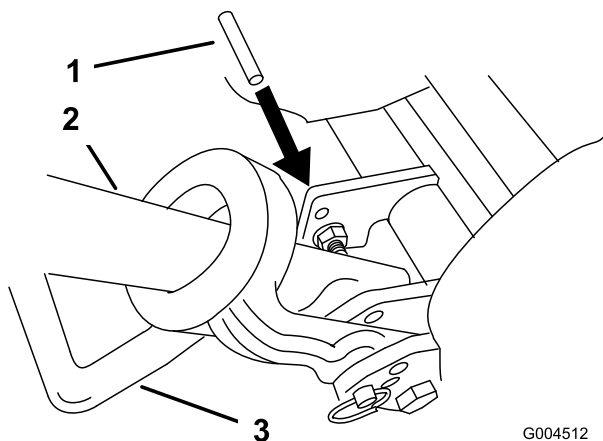

Bild 3
2. Lassen Sie den Ständer ab. Setzen Sie einen Stift oder etwas Äquivalentes mit einem Durchmesser von 6,4 mm in das Rahmenloch über dem Ständerbefestigungsbolzen ein (Bild 3).